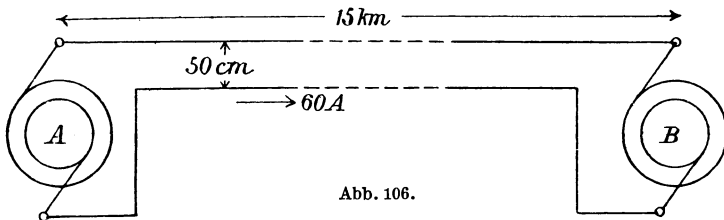

Abb. 106.
50 [60] (42) Perioden verbrauchen. In den Motoren ist der Strom gegen die zugehörige Klemmenspannung um einen Winkel φ_2 verschoben, der durch die Gleichung $\cos \varphi_2 = 0,8$ bestimmt ist. (Abb. 106.)
Die Nutzleistung in B (Abb. 106) ist